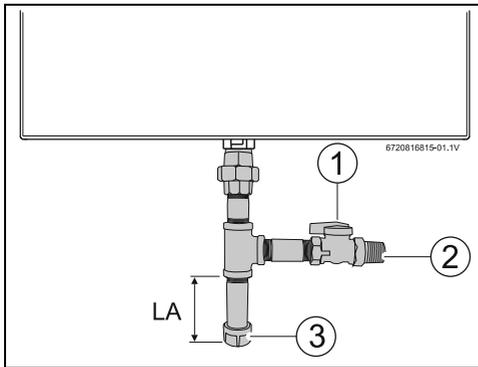

Fig. 25 Raccordement de gaz
- ▶ Le National Fuel Gas Code impose qu'un piège (collecteur) à sédiments soit installé sur les appareils à gaz qui n'en sont pas équipés. Le collecteur de sédiments doit être accessible et non exposé à des conditions de gel. Procéder à l'installation selon les recommandations du fournisseur de gaz, voir fig. 25.